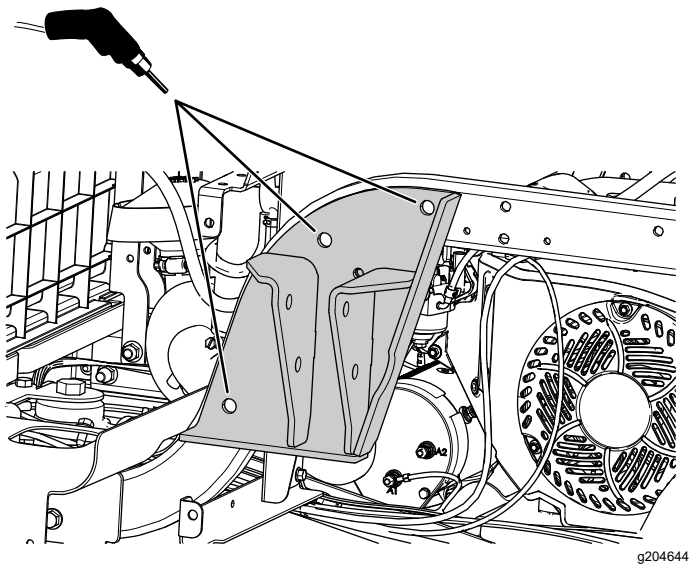

Figura 21
4. Usando un soporte del ROPS como guía, perfora tres taladros (13,5 mm o 17/32") en el bastidor (Figura 21).